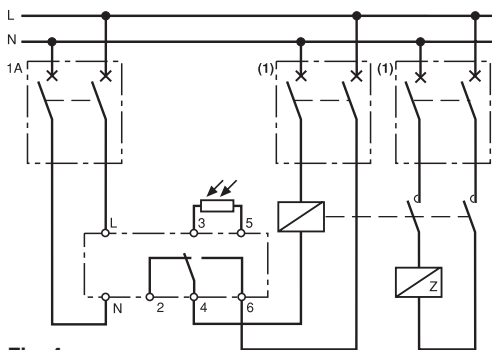

Fig. 4
- Vermogen > 16 A, $\text{Cos } \varphi = 1$: u moet met een contactgever relayeren (fig. 4).